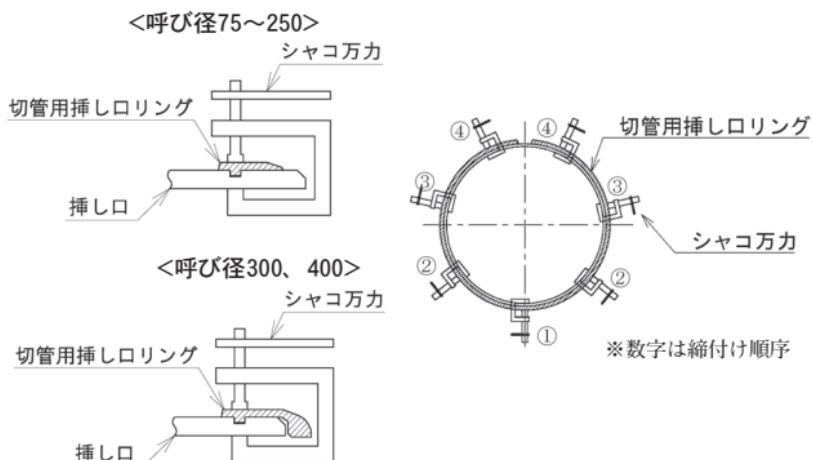

図76 切管用挿し口リングの締め付け
② シャコ万力を用いて、図76のように切管用挿し口リングの分割部の反対側から順次締め付ける。